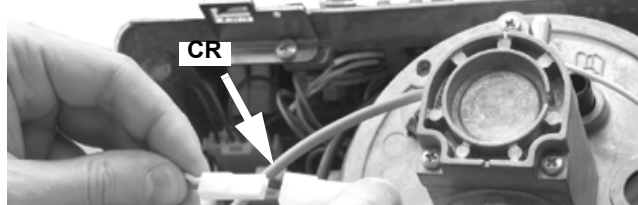

Fig. 64
- 3 Scollegare il cavo di accensione **CA** dal trasformatore di accensione (Fig. 64).